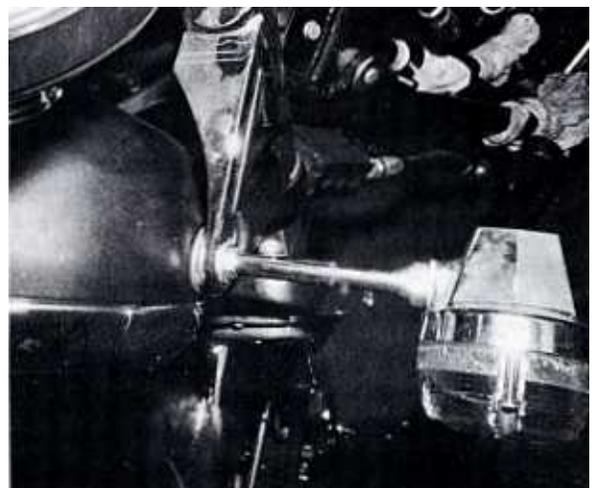

Bild 186
- Am besten stossgedämpft ist die Scheinwerferbefestigung der GTL und der Dreizylinder; diese Befestigung ist weit besser als alle anderen (Bild 186). Sie kann auch an den anderen Maschinen benützt werden, aber nur zusammen mit den 180/200 mm-Scheinwerfern.